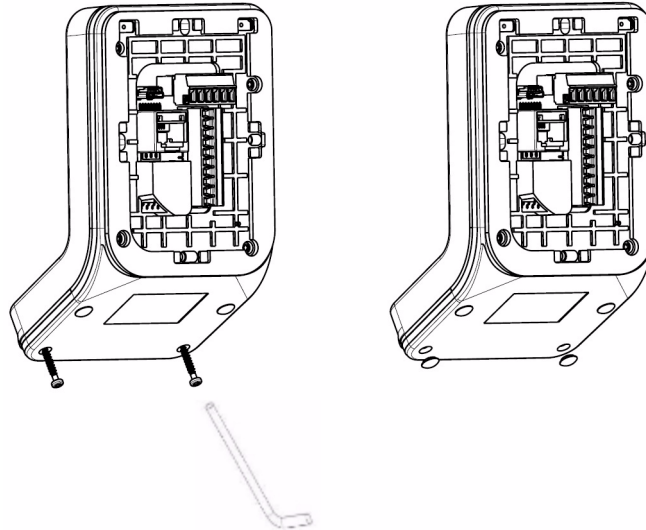

Figure 3.9: Fixation de la face avant fumée
11. Fixer la face avant fumée sur le corps du terminal à l'aide de 2 vis M2,5X14 et de la clé Torx coudée. Placer les 2 bouchons de vis en caoutchouc sur les 2 têtes de vis M2,5X14 (voir Figure 3.9).